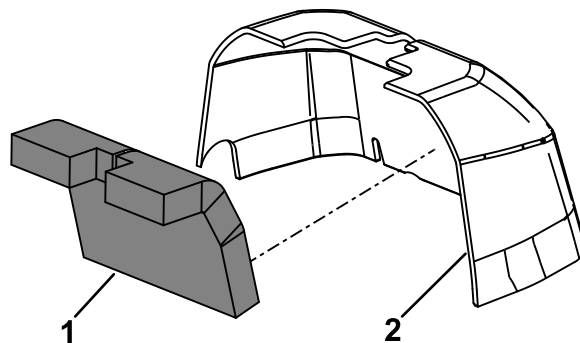

Рисунок 7
8. Удалите защитную пленку и установите заглушку рулевого управления в крышку рулевого управления (Рисунок 7).